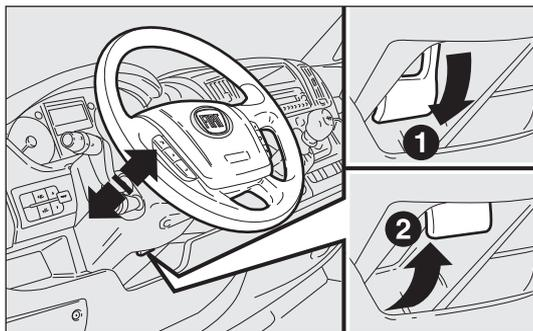

Abb. 45
- den Hebel Abb. 45 entriegeln, indem man ihn in Richtung Lenkrad zieht (Position 2);